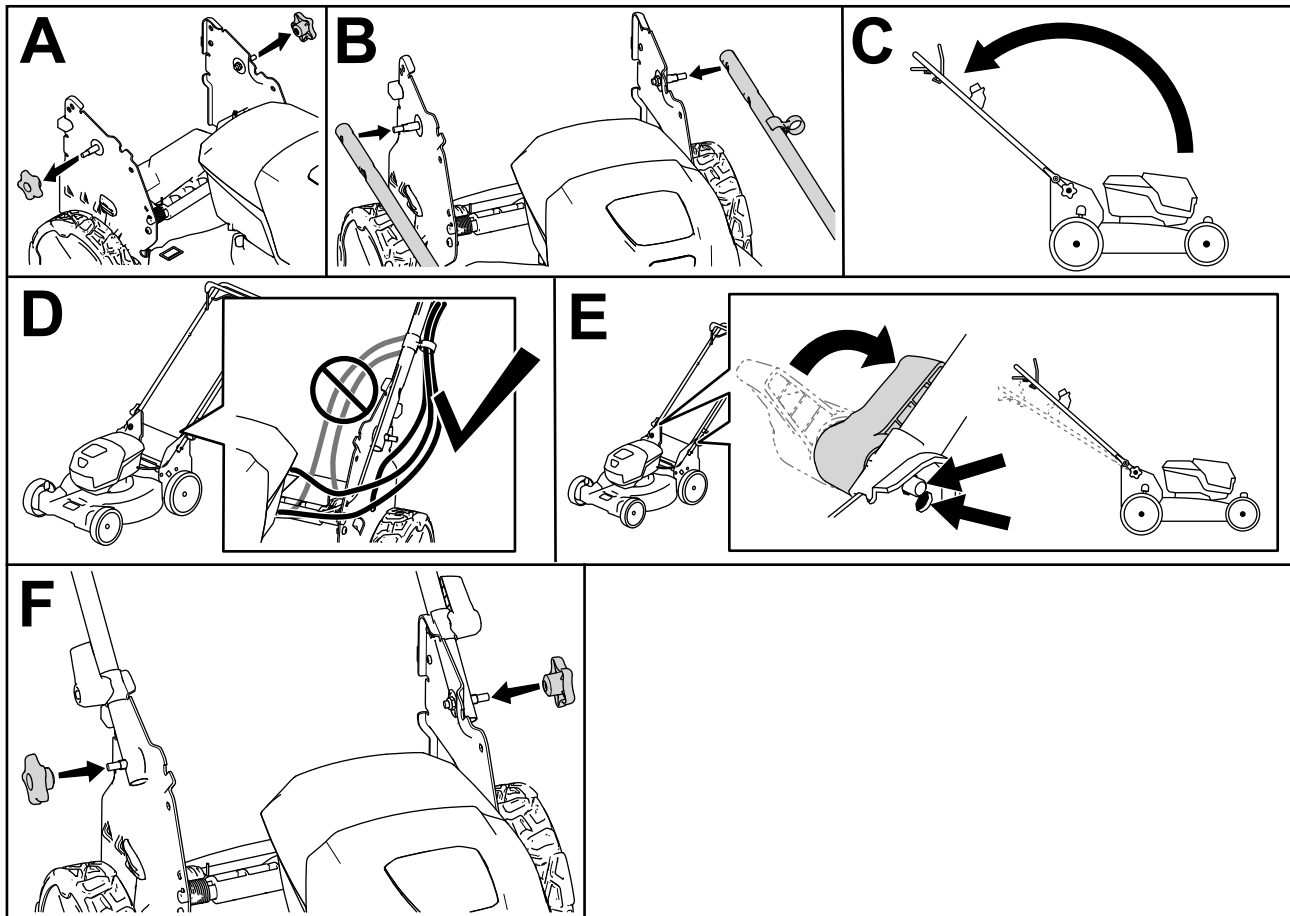

Bild 4
1. Entfernen Sie die Griffknöpfe (A in Bild 4)
2. Befestigen Sie den Griff mit Hilfe der Löcher an den Enden des Holms an das Gerät (B in Bild 4).
3. Stellen Sie den Holm nach hinten in die Betriebsstellung (C in Bild 4).
4. Stellen Sie sicher, dass die Kabel an der Außenseite des Holms verlegt sind (D in Bild 4).
5. Stellen Sie die Holmarretierung ein, bis der Stift einrastet und den Holm in der Betriebsstellung arretiert (E in Bild 4).
6. Befestigen Sie die Knäufe an den Griffbolzen, um den Holm zu arretieren (F in Bild 4).